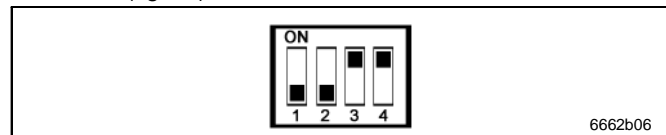

Fig. 33 Interruptor DIP: dispositivos de lubricación de cadena COBRA - ajuste
- ➔ Primero, ajuste SW1 hasta SW3 en "0-0-1" (OFF-OFF-ON). Después, ajuste el interruptor DIP de la derecha (SW4) en ON (fig. 33).